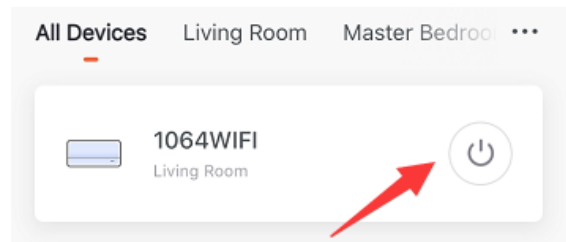

Abb. 5
8. Tippen Sie auf den Pfeil oben links, um zur Homepage zurückzukehren. Sie können auch einfach das Gerät ein- oder ausschalten. (Abb. 5)